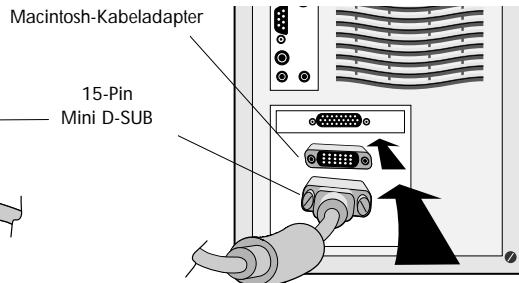

Abb. B.1
3. Schließen Sie den MultiSync LCD1510, MultiSync LCD1510V oder MultiSync LCD2010 Macintosh-Kabeladapter an den Computer an (Abb. B.1). Schließen Sie das 15-Pin Mini D-SUB Signalkabel an den MultiSync LCD1510, MultiSync LCD1510V oder MultiSync LCD2010 Macintosh-Kabeladapter an (Abb. B.1). Ziehen Sie alle Schrauben an.